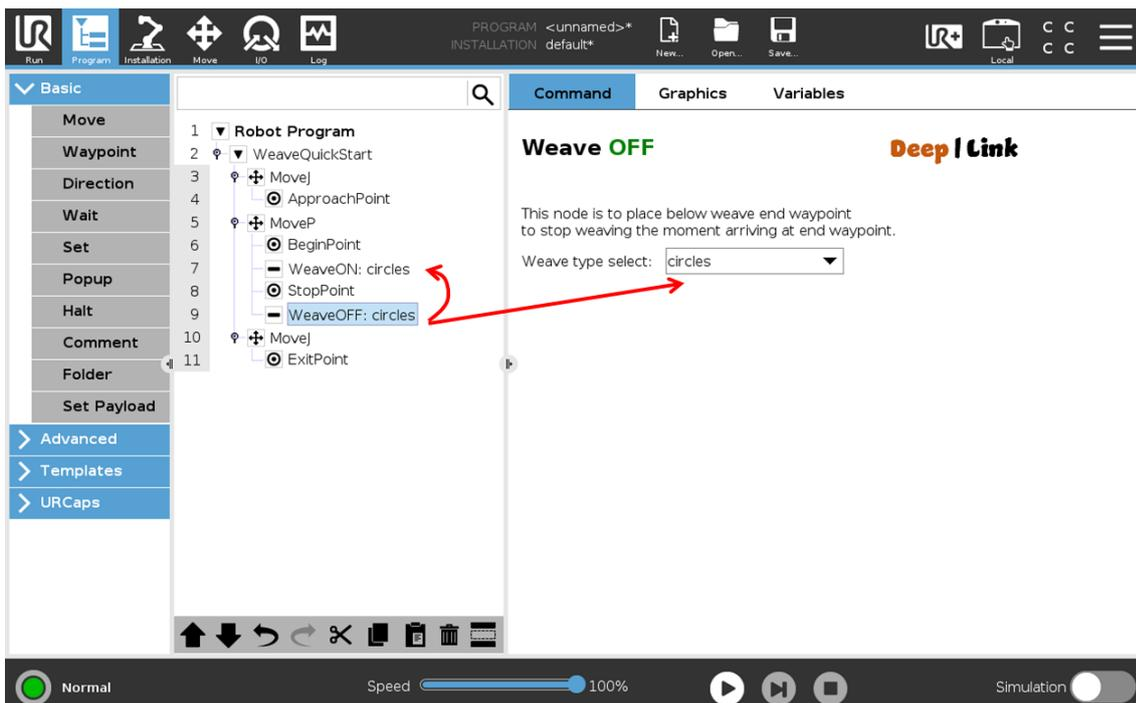

Figure 33 摆动结束节点的摆动类型选择应与对于的开始节点一致。
**注意：**需要保证 **摆动停止节点中的摆动类型** 应与 **摆动开始节点中的摆动类型** 一致，如图所示 Figure 33。